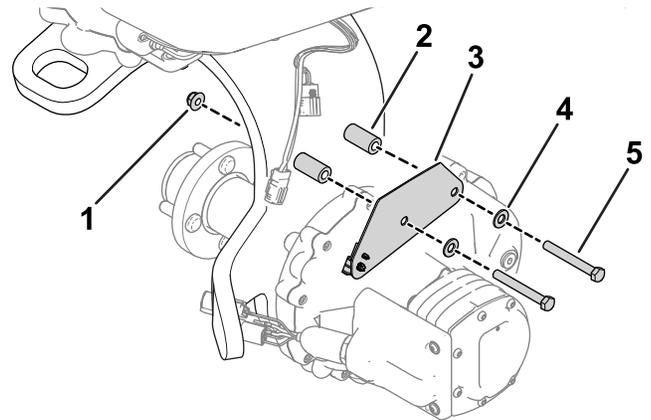

図 4
2. 先ほど外した金具を使って、新しいハーネスブラケットをキャストフォークに固定する 図 4。